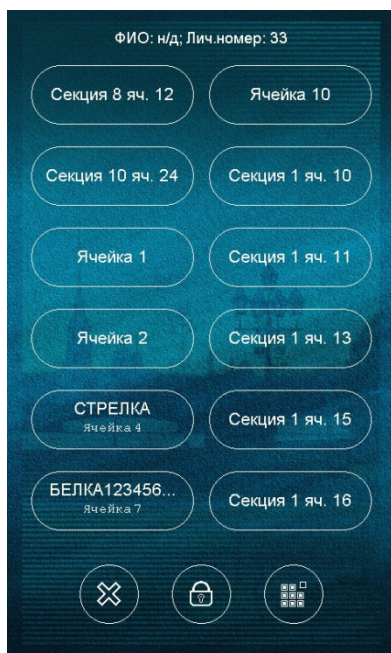

Рис. 38 Меню пользователя
следует нажать кнопку до выбора ячейки (см. Рис. 38).
- присвоить имя ячейке. Имя будет отображаться вместе с номером ячейки (см. Рис. 38). При большой длине имя будет отображаться не полностью и заканчиваться многоточием;
Для получения пенала пользователь должен пройти идентификацию личности (приложив карту к считывателю / введя личный номер / введя личный номер и приложив палец к сканеру). При успешной идентификации на экране изделия отображаются все доступные для пользователя ячейки изделия (см. Рис. 38) и, если пользователю доступна только одна ячейка, произойдет разблокирование пенала, сопровождающееся индикацией открытия ячейки (засветится зеленый индикатор).
Для сдачи пенала пользователь должен пройти идентификацию личности (приложив карту к считывателю / введя личный номер / введя личный номер и приложив палец к сканеру). При успешной идентификации на экране изделия отображаются все доступные для пользователя ячейки изделия (см. Рис. 38). После чего пользователь должен вложить пенал в ячейку и задвинуть до упора.
Для получения пенала пользователь должен пройти идентификацию личности (приложив карту к считывателю / введя личный номер / введя личный номер и приложив палец к сканеру). При успешной идентификации на экране изделия отобразятся все доступные для пользователя ячейки изделия (см. Рис. 38) и, если пользователю доступна только одна ячейка, произойдет разблокирование пенала, сопровождающееся индикацией открытия ячейки (засветится зеленый индикатор).
Для сдачи пенала пользователь должен пройти идентификацию личности (приложив карту к считывателю / введя личный номер / введя личный номер и приложив палец к сканеру). При успешной идентификации на экране изделия отобразятся все доступные для пользователя ячейки изделия (см. Рис. 38) и, если пользователю доступна только одна ячейка, произойдет разблокирование ячейки, сопровождающееся индикацией открытия ячейки (засветится зеленый индикатор). После чего пользователь должен вложить пенал в ячейку и задвинуть до упора.
Для открытия дверцы ячейки хранения пользователь должен пройти идентификацию личности (приложив карту к считывателю / введя личный номер / введя личный номер и приложив палец к сканеру). При успешной идентификации на экране изделия отобразятся все доступные для пользователя ячейки изделия (см. Рис. 38) и, если пользователю доступна только одна ячейка, произойдет её разблокирование, сопровождающееся индикацией открытия ячейки (начнёт мигать зеленый индикатор).